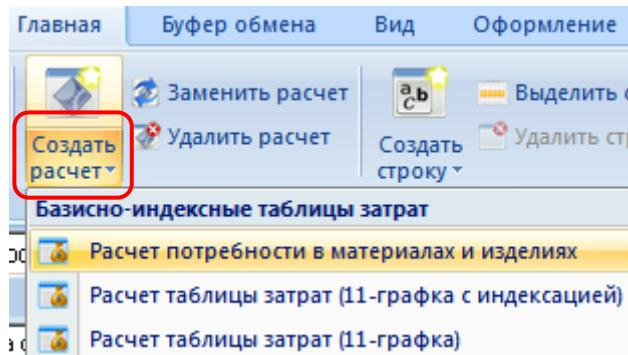

Рис. 1.30 Раскрывающийся список команды **Создать расчет**
2. На вкладке **Главная** нажать на стрелку, расположенную ниже команды **Создать расчет** (рис. 1.30);